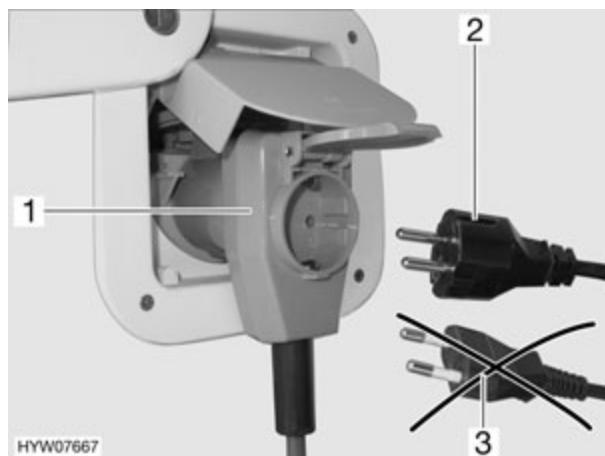

Fig. 78 Raccordement à un adaptateur coudé avec prise de courant
- ▶ Lors de l'utilisation d'un adaptateur coudé CEE 17 muni d'une prise à l'arrière (Fig. 78,1), se servir uniquement d'un connecteur en caoutchouc et scellé IP 44 avec contact de mise à la terre (Fig. 78,2). Ne pas utiliser de connecteur sans contact de mise à la terre (Fig. 78,3). Danger d'électrocution !